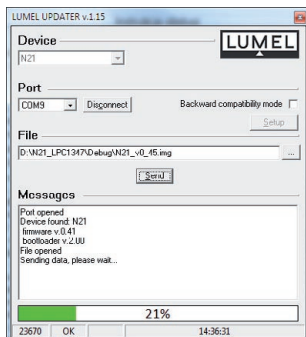

Abb. 17. Ansicht vom Fenster des Konfigurationsprogramms.
Dann **Update firmware** wählen. Es wird das Programmfenster LUMEL UPDATER (LU) geöffnet (Abbildung 17). In dem Programm soll der entsprechende Port, an dem das Messgerät N21 installiert wurde, gewählt und die Schaltfläche **Connect** gedrückt werden. Im Fenster **Messages** werden Informationen zum Verlauf der Aktualisierung angezeigt. Bei dem korrekt geöffneten Port wird **Port opened** angezeigt. Auf dem Display erscheint die Meldung **UPDATE** und der Fortschrittsbalken. Nach korrekter Erkennung des Messgeräts, wird im LU Programm die Software- und Bootloader-Version gezeigt. An dieser Stelle soll die entsprechende Aktualisierungsdatei des Messgeräts mit der Schaltfläche [...] gewählt werden. Bei korrekter Datei zeigt das LU Programm die Meldung **File opened**. Dann soll die Schaltfläche **Send** gedrückt werden. Während der Software-Aktualisierung, im LU Programm wird der Fortschrittsbalken und auf dem Geräte-Display die Meldung **Update....** gezeigt. Nach erfolgreicher Aktualisierung wird das Messgerät neugestartet, die Werkeinstellungen werden wiederhergestellt und es wird in den Normalbetrieb übergegangen. Im LU Programmfenster wird die Meldung **Done** und die Zeitdauer der Aktualisierung angezeigt. Im nächsten Schritt können im eCon Software die vorher gespeicherte Geräteeinstellungen wiederhergestellt werden.